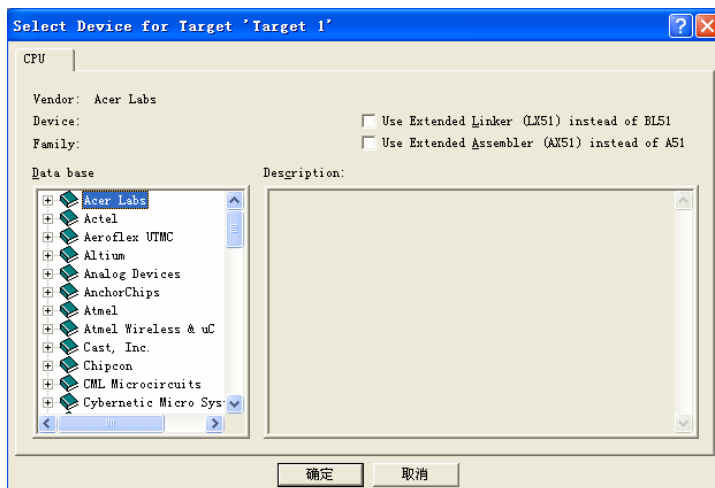
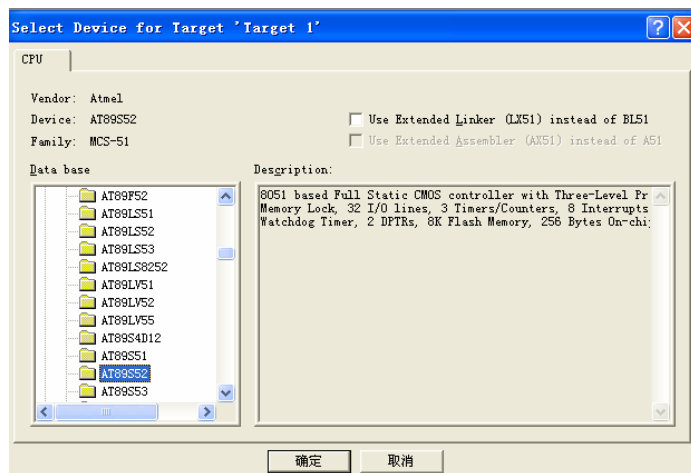

图 2-4
图 2-5
(2) 点击保存之后会弹出如图 2-4 的窗口，要求选择芯片的型号，在这里我们选择“Atmel”内面的 AT89S52 如图 2-5 所示。